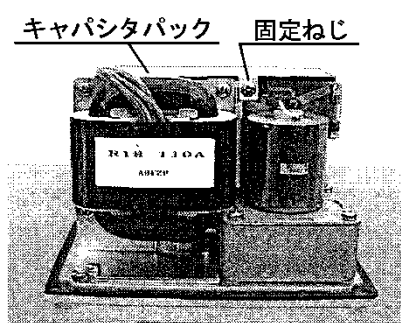

図1
- 2) キャパシタパックの固定ネジ2個を外してください。(図1、2参照)